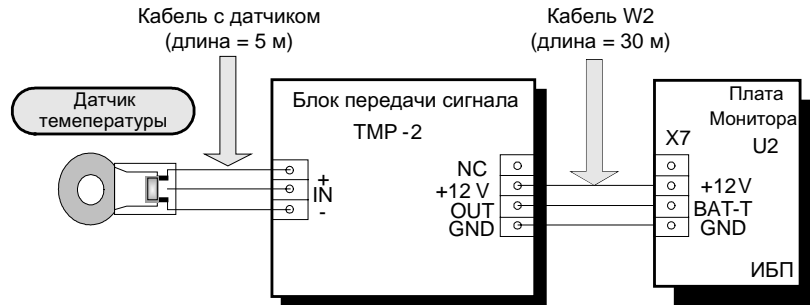

Рисунок 26 - Подключение датчика температуры к ИБП
- комплект датчика контроля температуры (если используется) должен подсоединяться непосредственно к соединителю X7 на плате монитора (см. рисунок 26).